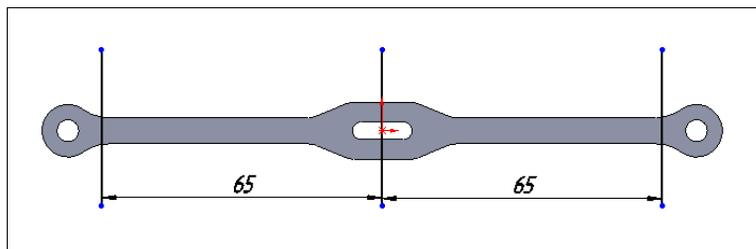

Рис. 4.25
- Далее выберем в Дереве Конструирования строку **Согнутое состояние1 | Эскиз плоского сгиба1**, нажатием правой кнопки мыши на этой строке выведем на экран контекстное меню и активизируем команду  — **Редактировать эскиз**. В данном случае редактирование эскиза заключается в рисовании линий сгиба. При рисовании следует помнить, что начало и конец линии сгиба должны находиться в пространстве, а не на листовом металле, и линии сгиба не должны пересекаться между собой (рис. 4.25).